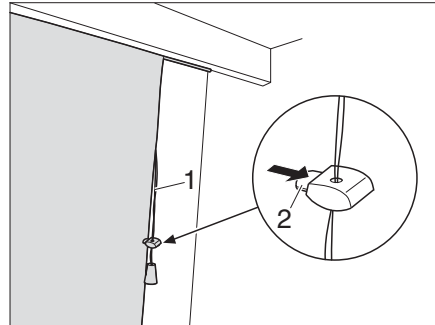

Bild 83 Raffrollo
- Kordel (Bild 83,1) nach unten ziehen. Das Rollo wird von den Bändern nach oben gezogen und gerafft.
- Klemme (Bild 83,2) am Halter drücken und Halter in gewünschte Stellung schieben.
- Klemme (Bild 83,2) am Halter drücken.